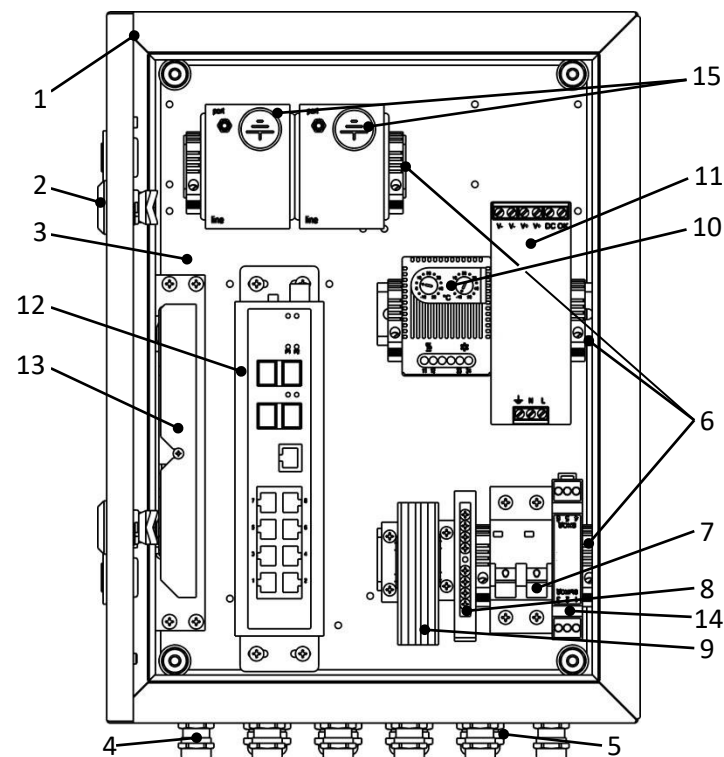

Рисунок 1 – Устройство шкафа
Шкаф представляет собой сварную конструкцию, состоящую из корпуса и дверцы, оклеенной уплотнителем, корпус и дверца утеплены изолоном фольгированным. Внутри корпуса на монтажной панели установлено оборудование (см. раздел 2 и рисунок 1), обеспечивающее работу IP-устройств (до 8 шт.) с питанием по PoE, передачу данных по оптическому кабелю, а также обогреватель с термостатом.
2. Комплектация (см. рисунок 1)